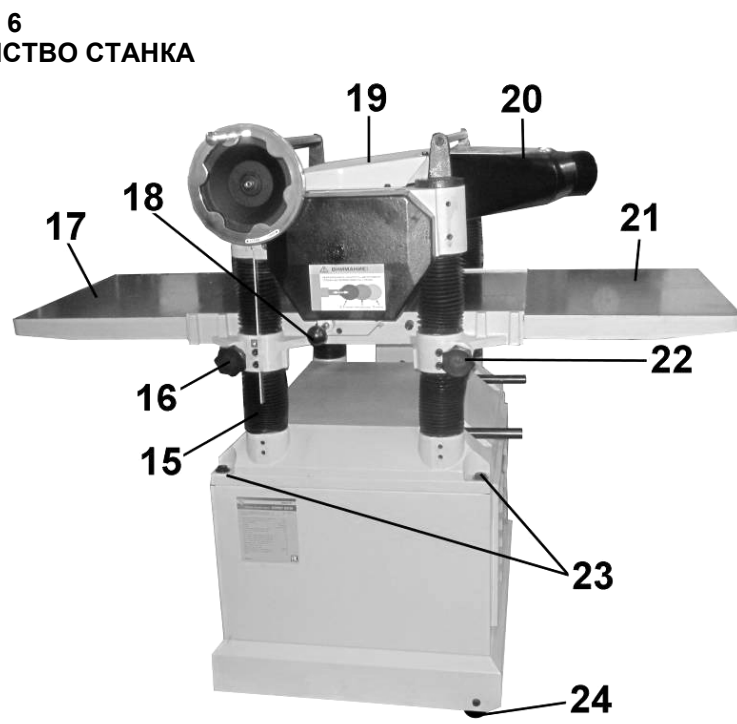

Рис. 3
10.2.1. Демонтируйте кожух (19) и патрубок пылесборника (20), Рис.3.
**Надёжно зафиксируйте положение ножей (39) на строгальном валу (38) прижимной планкой (43).**
10.2.6. Как показано на Рис.3, установите кожух (19) и патрубок пылесборника (20).